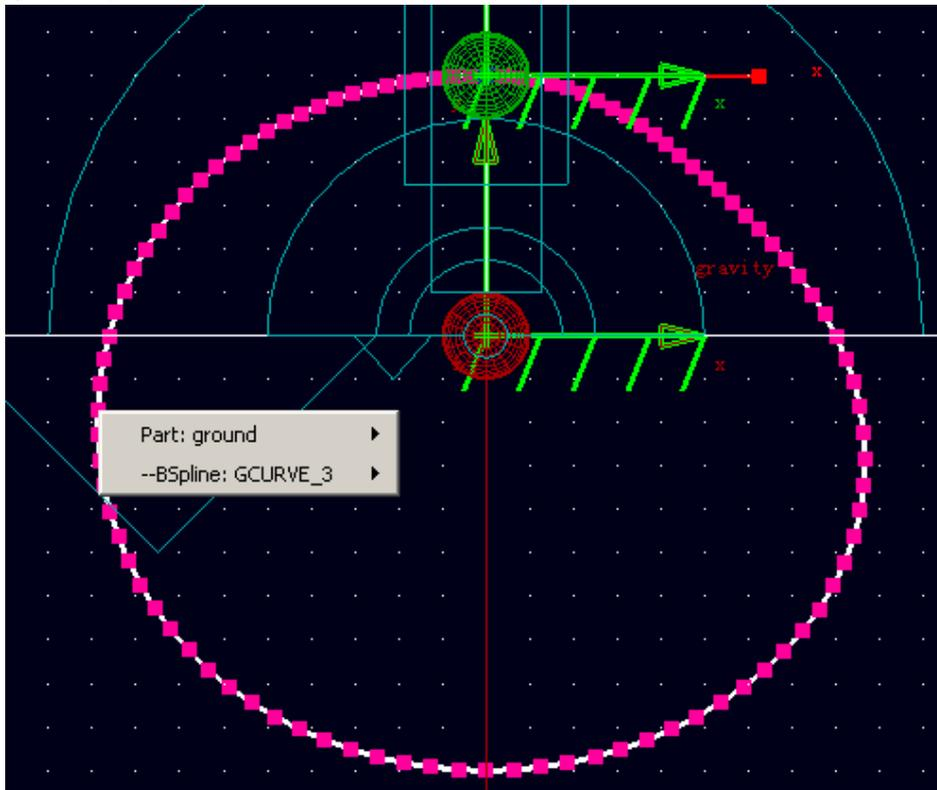

图 3-9 凸轮的轮廓曲线
3.10 在 ADAMS/View 菜单栏中，选择 Revive 下拉菜单中的 Create Trace Spline 命令，然后用鼠标左键点击球体 (PART_3)，接着在原地右击鼠标，在弹出的 Select 对话框中选择 PART_3.cm，之后点击对话框左下角的“OK”按钮，最后用鼠标左键点击机架 (ground)，凸轮的轨迹曲线 (BSpline: GCURVE_3) 如图 3-9 所示。